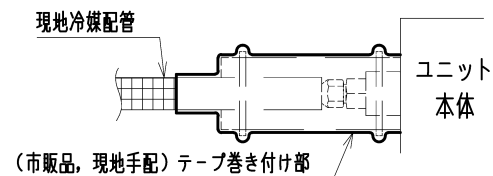

図4
4. 断熱パイプと現地冷媒配管との接合部および断熱パイプ接合部が露出しないように、市販の配管施工用テープを巻き付けてください。（図4）